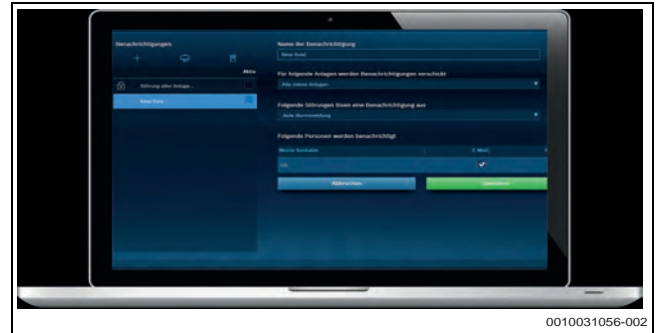

Bild 100 Control Center CommercialPLUS: Benachrichtigungen per E-Mail/SMS
- Benachrichtigung per **E-Mail oder SMS** (→ Bild 100)